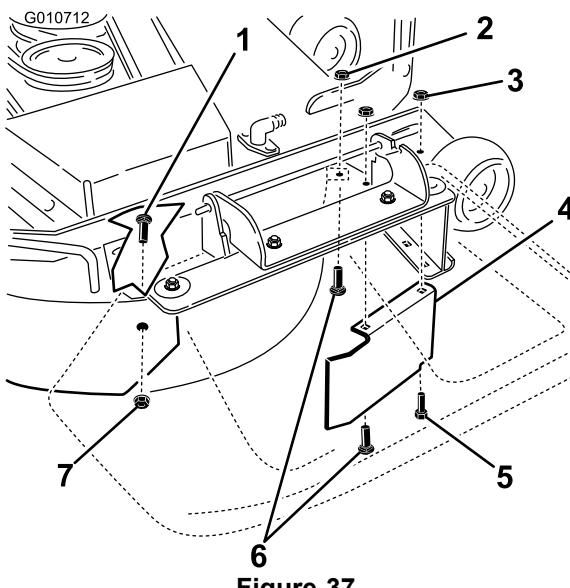

Figure 37
9. Sur la paroi arrière du plateau de coupe, retirez le boulon de carrosserie (5/16 x 3/4 po) et le contre-écrou (5/16 po) qui fixent le déflecteur au plateau (Figure 37).
le plateau de coupe, comme indiqué à la Figure 37. Déposez le déflecteur et conservez toutes les fixations.
13. Placez les fixations retirées précédemment dans les trous avant de la plaque d'éjection et le trou à l'avant du plateau de coupe (Figure 37).